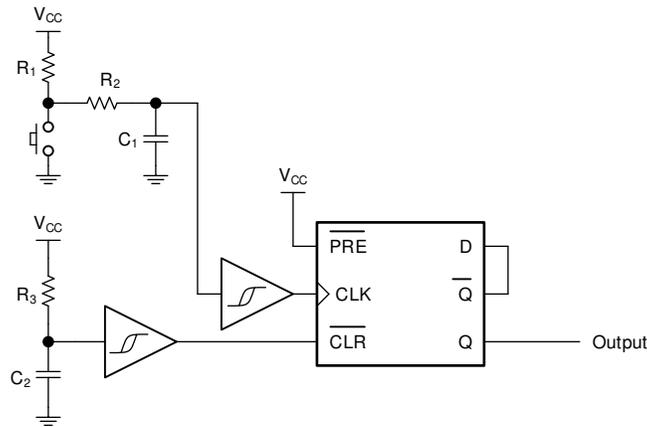

图 8-1. 典型应用框图
图 8-1 展示了如何在此应用中使用 SN54SC2T74-SEP 将 1.8V 信号升压转换为 3.3V 以驱动 LED。SN54SC2T74-SEP 不会限制输出电流，因此可以使用添加的输出电阻器来提供适当的电流限制。电阻值 (R) 应使用以下公式由 LED 的正向电压 (V_D) 和通过 LED 的所需正向电流 (I_D) 确定： $R = (V_{CC} - V_D)/I_D$ 。